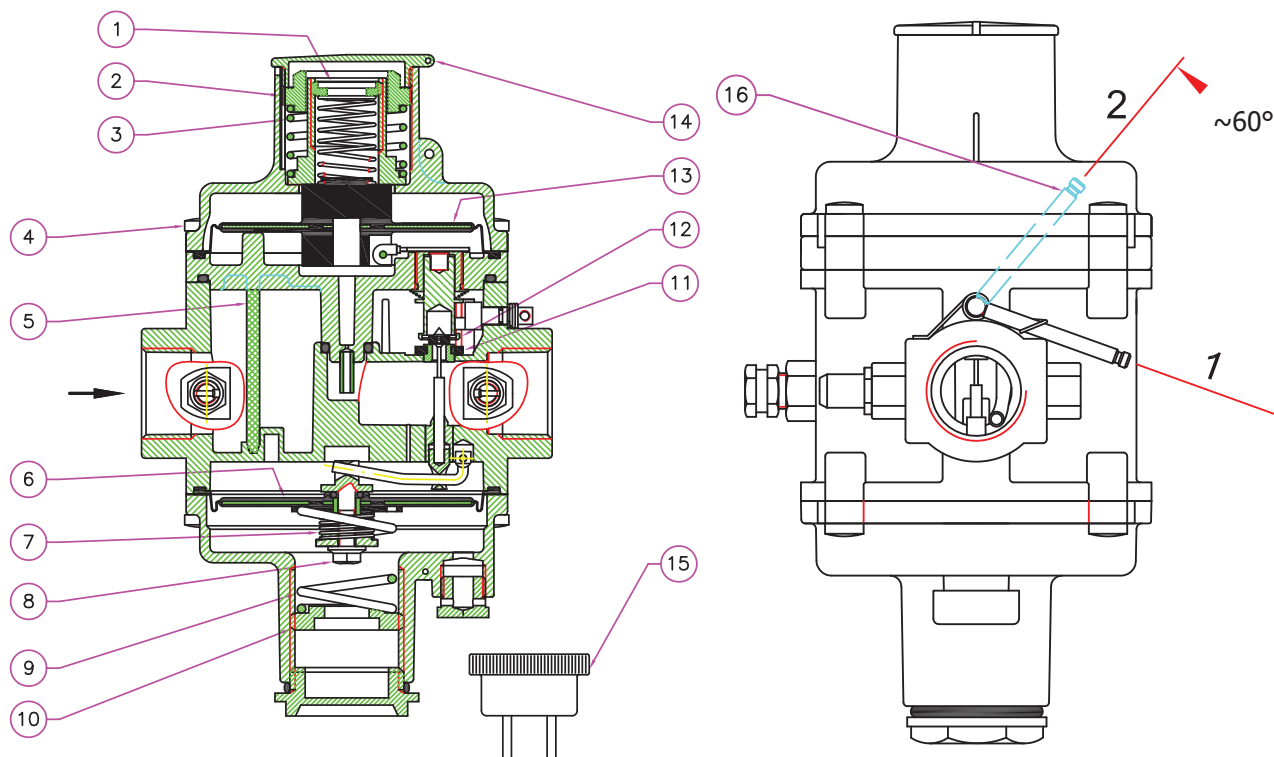

Рис. 2
- Не прилагая усилий, повернуть ручку взвода (16) из позиции 1 в позицию 2 (см. рис. 2) до упора (не более 70°). Взвод ПЗК регулятора происходит в момент стабилизации давления на выходе.
- Вернуть ручку (16) в исходное положение 1 (при наличии возвратной пружины, ручка (16) возвращается в исходное положение самостоятельно).